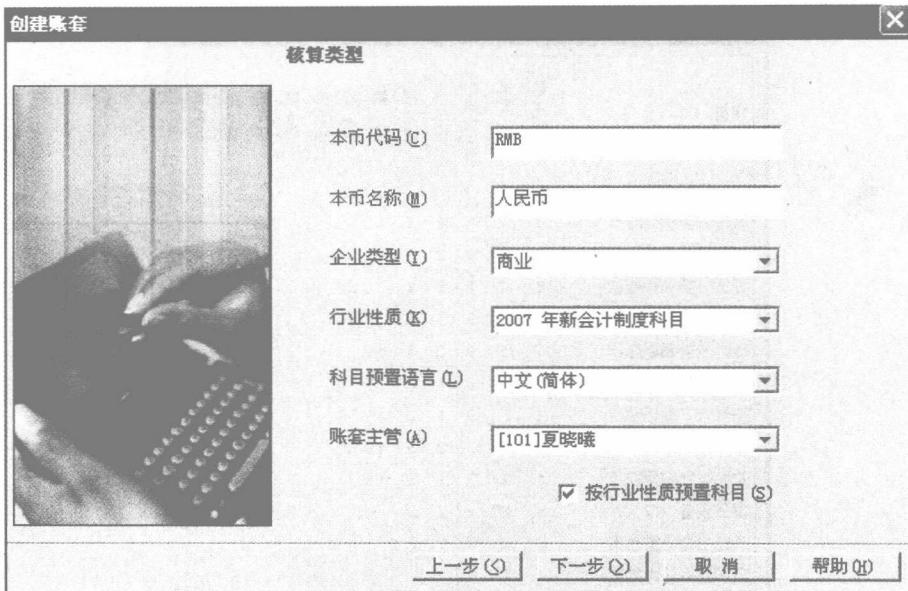

图 1-4 “创建账套”对话框(核算类型)
(5) 单击“下一步”按钮,打开“创建账套”对话框(核算类型)。选择“商业”企业类型,行业性质默认为“2007 年新会计制度科目”,科目预置语言选择“中文(简体)”,从“账套主管”下拉列表中选择自己,如 “[101]夏晓曦”,如图 1-4 所示。